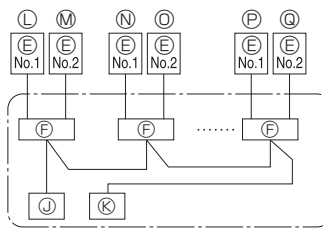

Fig. 6-2
6.1. Utomhusenhet (Fig. 6-1, Fig. 6-2)
- (1) Ta bort servicepanelen.
- (2) Hänvisa till fig. 6-1 och fig. 6-2 när kablarna dras.